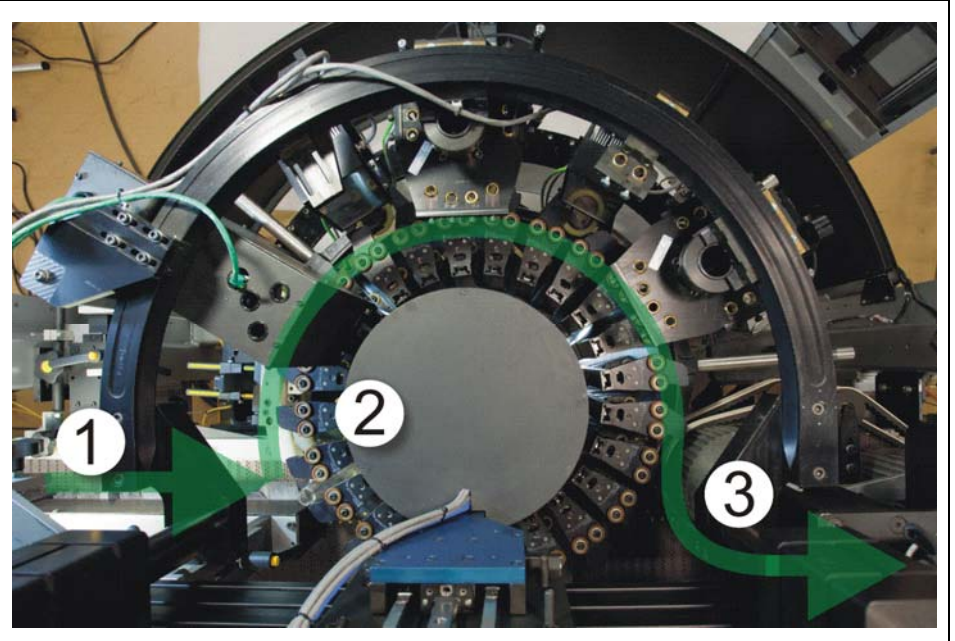

図2: ビン搬送経路 (バスケット型ボトル・キャリア使用時)
- 1つのボトル・キャリア・アセンブリ。ボトル・キャリアには2種類あり、従来型スターホイール(通常は上下スターホイール)とバスケット型ボトル・キャリア(図2)です。ボトル・キャリアはビンをインフィード・スクリューから検査ステーションへ搬送しアウトフィード・アセンブリへ送るために使用されます。